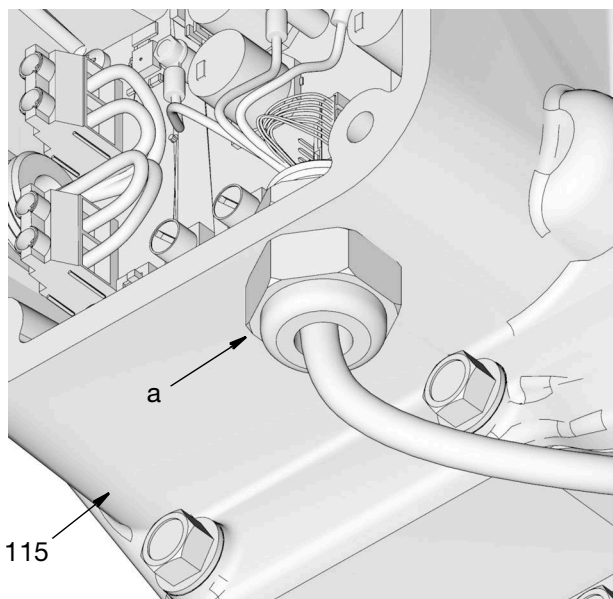

Рис. 57
8. Используйте гаечный ключ для ослабления затяжки втулки разгрузки натяжения (а) и извлеките жгут проводов из корпуса (Рис. 57).